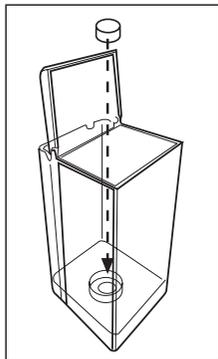

Abb. 19
- Den Adapter in den Tank montieren und bis zum Anschlag fest drücken (Abb.19)